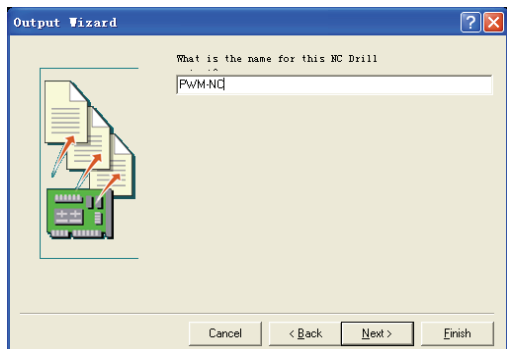

图 6-107 输入报表文件名对话框
6) 系统弹出如图 6-107 所示的输入报表文件名对话框, 此时可输入 “NC Drill” 的文件名, 在此输入 “PWM-NC”, 然后单击 “Next” 按钮。